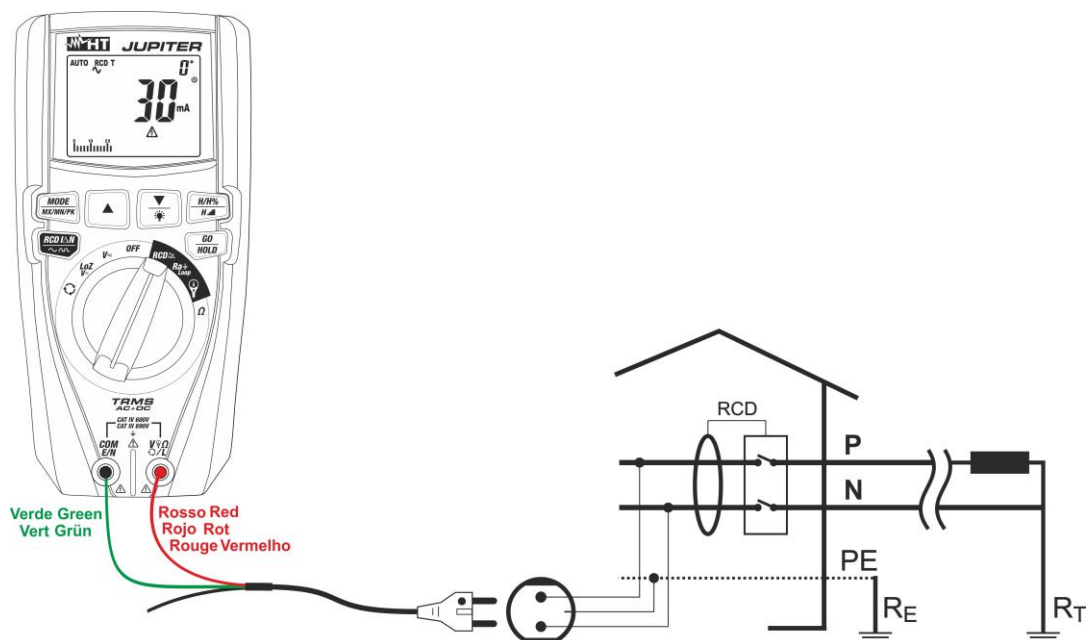

Fig. 29: Uso para test RCD sobre sistema monofásico con cable con toma Schuko
6. En caso de uso del cable con toma shuko inserte el conductor rojo en el terminal de entrada **V Ω L** y el conductor verde en el terminal de entrada **COM/E/N** y conecte el instrumento a la instalación en examen (ver Fig. 29). La presencia de la tensión Fase-Tierra se muestra en la barra grafica